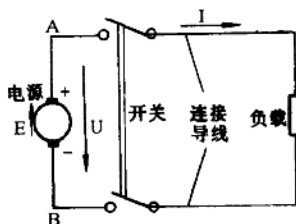
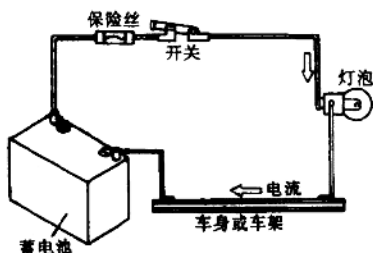

图 1-1 电路的组成
图 1-2 汽车电路
1. 电路 电路是由电源、用电设备(负载)、导线和开关等连接而成的电流通路,如图 1-1 所示。其中电源内部称为内电路;负载,连接导线和开关等称为外电路。图 1-2 为一简单的汽车电路,其电源为蓄电池,负载为灯泡。
汽车的车身与车架都是金属机件,可以成为各种用电设备的公用线路。在图 1-2 中,蓄电池正极的电流就是经过车身或车架流回负极的,这种连接方式俗称搭铁。我国《汽车、拖拉机用电技术条件》中规定,汽车、拖拉机上的用电装置应负极搭铁。
2. 电动势 在图 1-1 电路中,为了维持电路中的电流流动,电源内部的非静电力做功,将正电荷从负端(“-”极)移向正端(“+”极)。
5. 电能和电功率 电能指电流做功的能力。根据能量守恒原理,电能等于其它形式的能在转化成电能时外力所做的功。对于图 1-1 所示电路,从非电能转换来的电能等于电源的电动势 E 和电量 Q 的乘积,即: